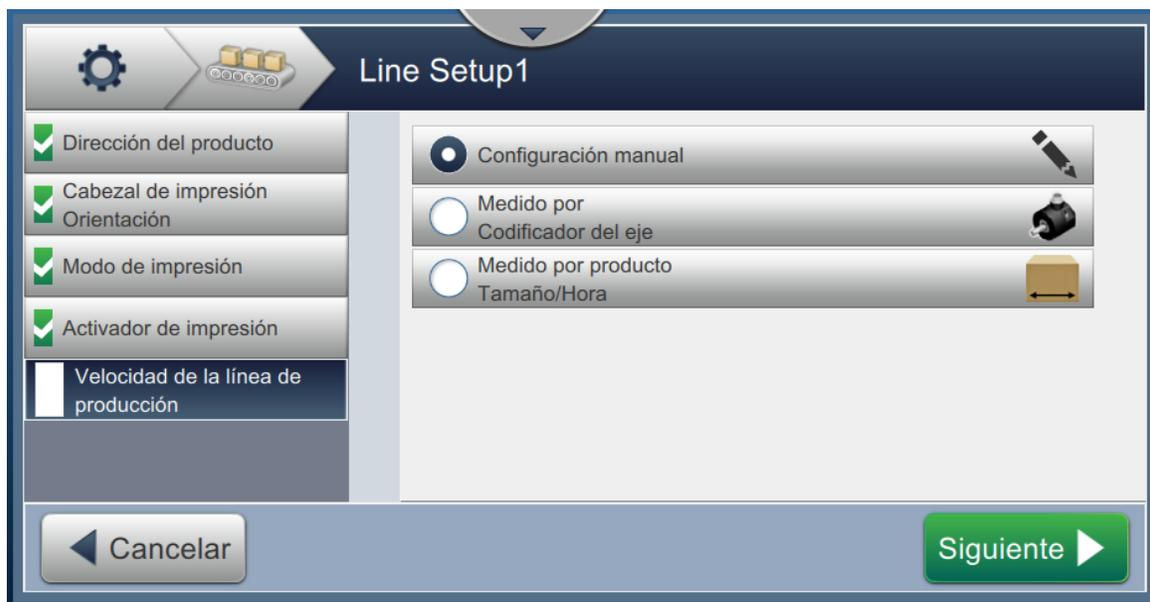

Figura 6-33. Configuración de línea: Velocidad de la línea
1. Pulse *Velocidad de la línea* en la pantalla Configuración de línea y seleccione la velocidad necesaria de la línea, como se muestra en la Figura 6-33. Pulse el botón  para definir la velocidad de la línea.
1. Seleccione *Configuración Manual* , como se muestra en la Figura 6-33. Pulse el botón
1. Seleccione *Medido por Codificador del eje*, como se muestra en la Figura 6-33. Pulse el botón
1. Seleccione *Medido por producto Tamaño/Hora*, como se muestra en la Figura 6-33. Pulse el botón  para introducir los parámetros requeridos.